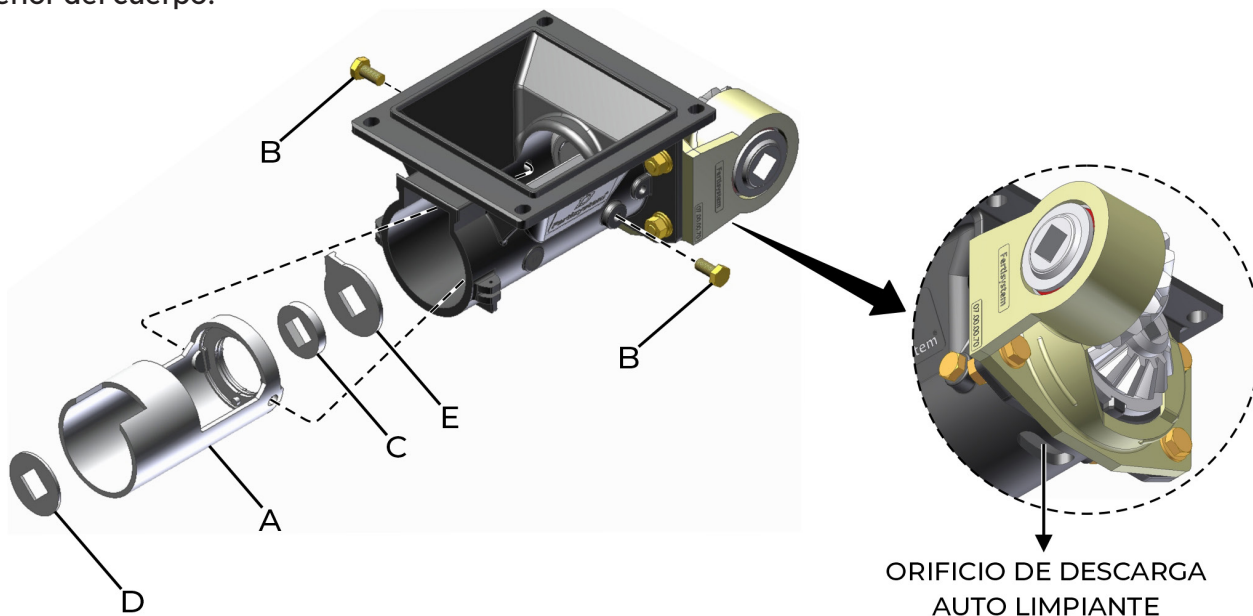

fig. 59
Al finalizar la zafra, revise el revestimiento (A) (fig. 59). Si el mismo presenta desgaste excesivo, reemplazarlo aflojando y quitando los tornillos (B) (fig. 59). Verifique si hay desgaste también el fieltro (C) (fig. 59), arandela (D) (fig. 59) y arandela de limpieza (E) (fig. 59). El desgaste excesivo se verifica cuando se libera una gran cantidad de abono a través del orificio de descarga auto-limpiante situado en la parte inferior del cuerpo.